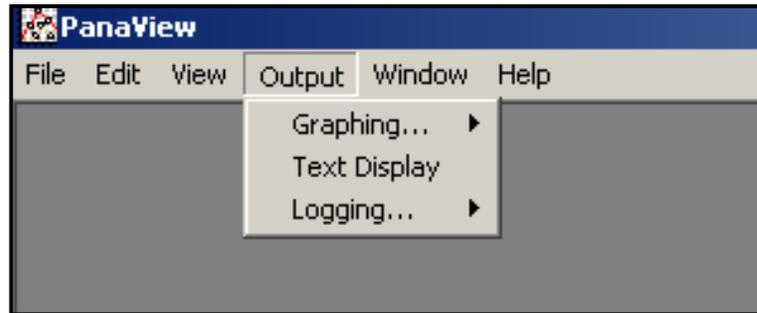

Figure 18 : Menu de sortie
1. Dans PanaView, déroulez le menu Sortie, comme illustré à la Figure 18, et cliquez sur l'option *Affichage de texte*.